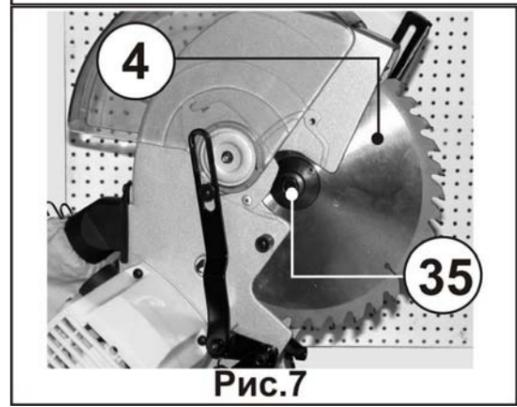
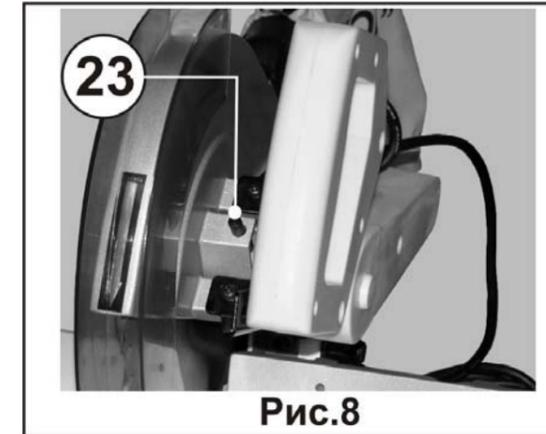

Рис.7
Рис.8
8.3.4. Установите переходное кольцо и пильный диск (4), Рис. 7, на шпиндель.
8.3.5. Установите винт (35) шпинделя, Рис. 7, в шпиндель, ввинчивая его до отказа рукой в направлении против часовой стрелки. После чего прилагаемым ключом затяните винт (35), одновременно нажимая на кнопку блокировки шпинделя (23), Рис. 8, тем самым удерживая шпиндель от вращения.